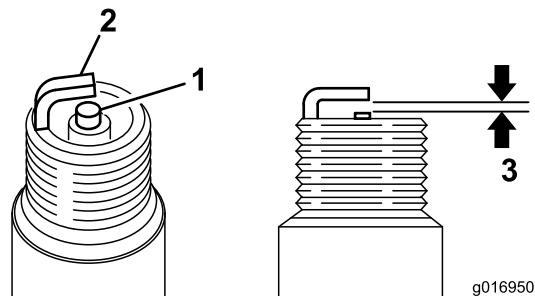

Bild 35
- Stellen Sie den Abstand auf 0,6 mm bis 0,7 mm ein (Bild 35).